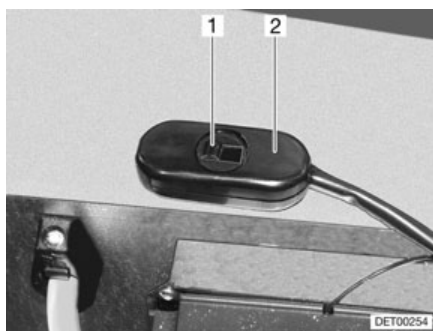

Fig. 126 Interruptor para la reducción de la velocidad
La velocidad de la bomba de circulación se puede ajustar con el conmutador deslizante (Fig. 126,2). Con una velocidad reducida disminuyen los ruidos de rodadura de la bomba.
- Desplazar la corredera (Fig. 126,1) hacia la derecha. Se reduce la potencia.